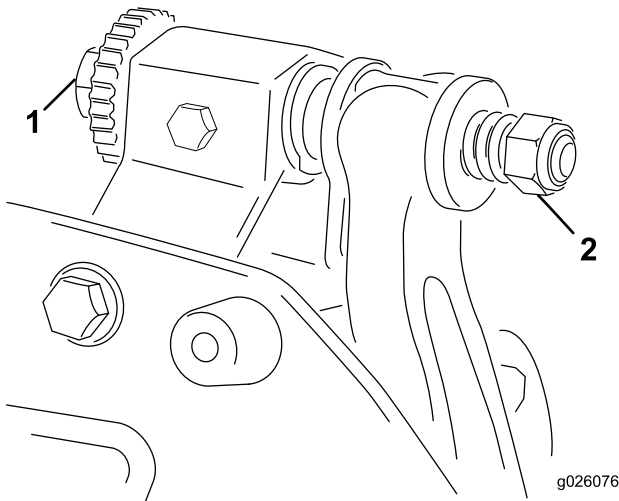

Figura 10
2. Incline a unidade de corte para que a lâmina de corte e o cilindro fiquem expostos. **Certifique-se de que as porcas nos parafusos da extremidade traseira da barra de apoio não estão apoiadas na superfície de trabalho (Figura 10).**